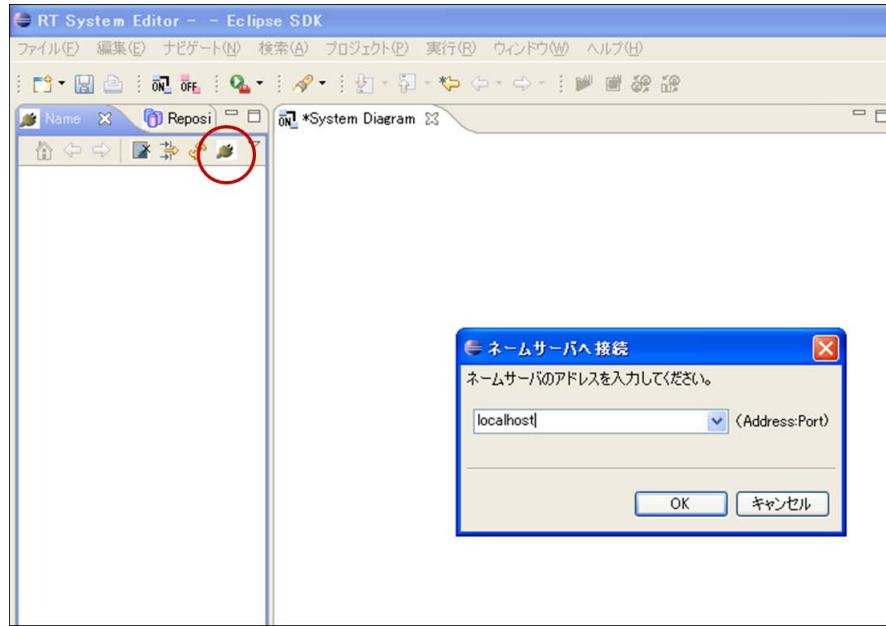

図 11: RT System Editor の画面
2. 図 11 の赤い丸で囲んだアイコン『ネームサーバを追加』を選択する。
3. 図 11 のように『ネームサーバに接続』の Address Port に『localhost』と入力して OK を選択する。